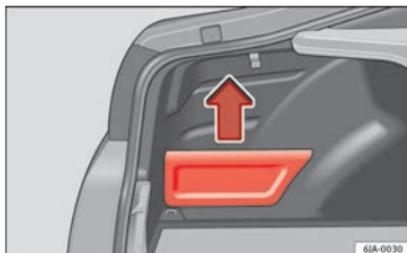

Fig. 160 Maletero: portaobjetos.
– Agarre la tapa de su lado superior y sáque-la en el sentido de la flecha » **fig. 160**.